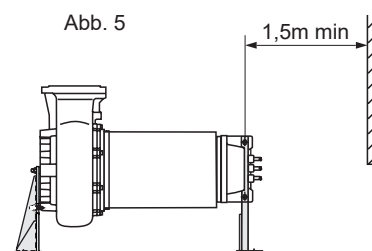

Abb. 5
2. Elektropumpe mit liegender Rotorachse auf Stützen und nach oben zeigendem Druckstutzen (Abb. 5). Die Pumpe heben und den Bügel auf der hydraulischen Seite mit den 3 zum Lieferumfang gehörigen Schrauben montieren. Die Pumpe senken, bis sie den Boden berührt. Den Handgriff abnehmen. Den Bügel mit den gleichen Schraubbolzen, die zum Befestigen des Handgriffs verwendet wurden, auf der Motorseite montieren. Den zum Lieferumfang gehörigen Schraubbolzen in einem der 2 freien Löcher des Bügels auf der Motorseite einschrauben: Ihn erst in einem Loch befestigen und versuchen, die Maschine zu heben, um festzustellen, welches der beiden Löcher man besser benutzt, um die Pumpe abzustellen. Bei Bedarf das andere Loch benutzen. Die Pumpe mit dem Flaschenzug in den Schwerpunkt bringen. Um die Elektropumpe zu bewegen, wenn sie sich in der horizontalen Position befindet, ein freies Loch des motorseitigen Bügels und die Kranöse benutzen, die auf dem Druckstutzen vorhanden ist. Bei den Vorgängen, bei denen man mit dem Flaschenzug arbeitet, einen Mindestabstand von 1,5 m von der Maschine einhalten.